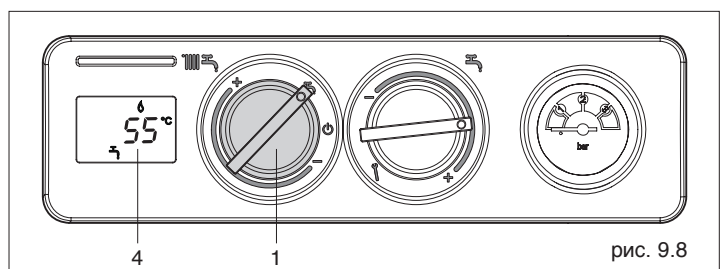

рис. 9.8
- **Режим «Лето»:** если повернуть переключатель на символ «лето»  (1, рис. 9.8) включится функция работы только для ГВС. При запросе горячей воды, на дисплее (4, рис. 9.8) отобразится температура воды в бойлере, значок работы в режиме ГВС  и значок пламени . Котёл будет работать до тех пор, пока не будет достигнута заданная температура, либо не будет удовлетворён запрос на производство тепла. После этого он снова перейдёт в режим ожидания.